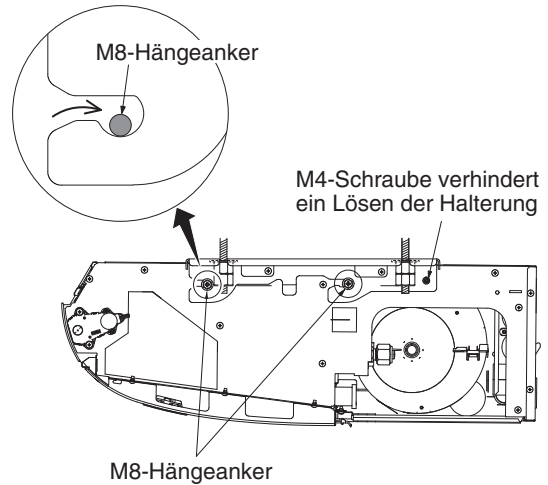

Abb. 3-17
- b) Das Innengerät an der Halterung aufhängen. Die M8-Hängeanker anziehen und das Innengerät fest montieren. (Abb. 3-17)